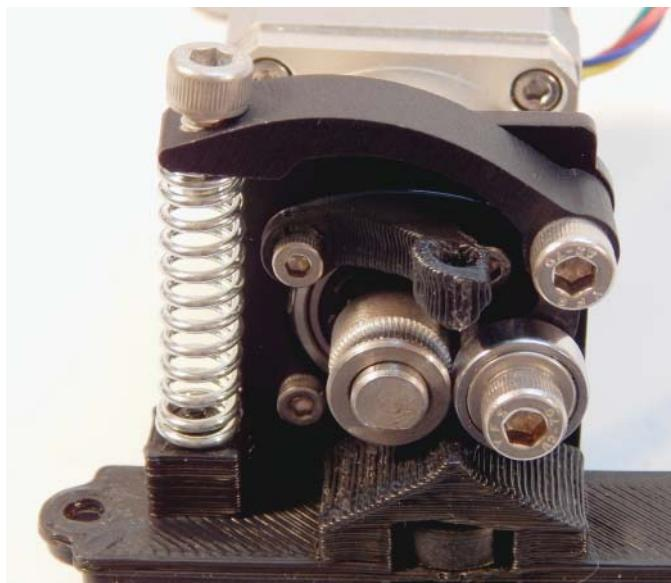

Abbildung 14.6: Das Zwischenrad ist wichtig. Es muss so stark angezogen werden, dass das Förderrad den Faden greifen kann.
Jeder Extruder braucht ein *Zwischenrad*, das den Faden in die Zähne des Förderrads schiebt. Ein Zwischenrad ist in der Regel ein Rundlager, das mit einer Feder oder mit einer Gummibuchse angedrückt wird. Abbildung 14.6 zeigt ein Zwischenlager/-rad an einem gedruckten Hebel. Die Feder auf der linken Seite bewirkt, dass das Lager in das Förderrad gedrückt wird, sodass der Faden fest gegriffen wird.
Das Zwischenraddrucklager übernimmt eine sehr wichtige Aufgabe, nämlich den Faden an das Förderrad zu drücken, sodass der drehende Motor den Faden in das Hot-End transportieren kann. Weitere Informationen finden Sie in Abbildung 14.6. Die folgenden allgemeinen Schritte zeigen einen Überblick:
1. Normalerweise wird ein 3D-gedruckter Hebel für das Zwischenrad bereitgestellt. Dazu montieren wir ein kleines Lager, Größe 623, wie in Abbildung 14.6 gezeigt.